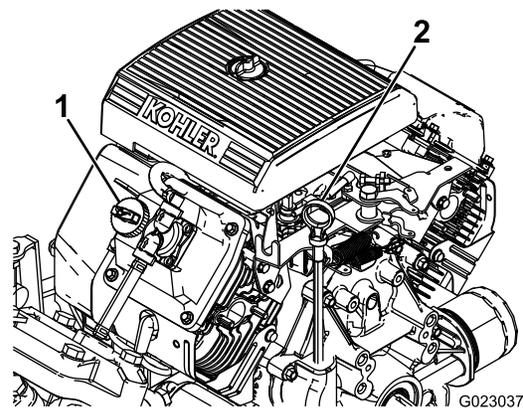

图11
2. 取出量油尺用干净的抹布擦拭 图11。
4. 如果机油油位较低请从气门室盖 图11 上拆下加油颈盖从开口处注入机油直至油位达到量油尺上的“已满”标记请参阅 了解适合的机油类型和粘度。 维护机油 \(页码 36\)